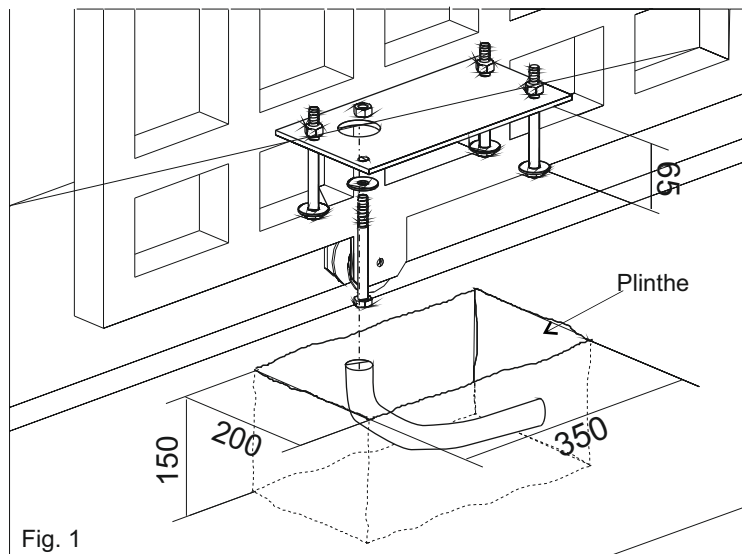

Fig. 1
**2.1.** Prévoir, en se basant sur les mèsures reportées dans fig. 1, une petite place de béton où sera murée la plaque de fondation et les boulons d'ancrage.